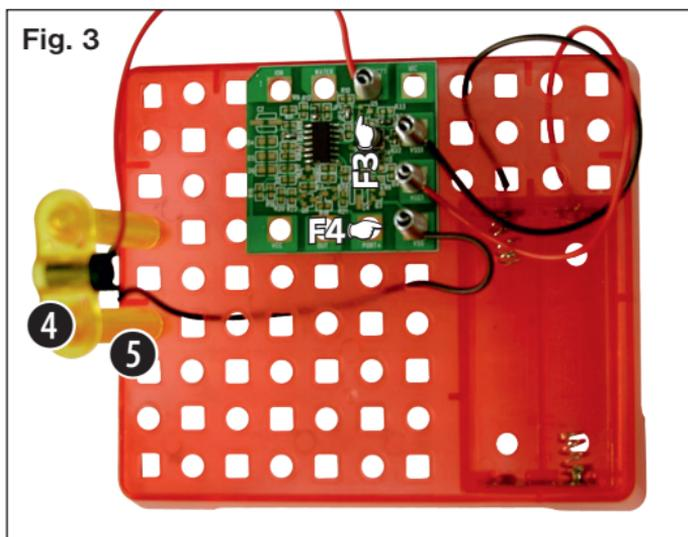

Fig. 3
### DE Schritt 2 (Fig. 3)
Setze den Fotosensor (4) mit den beiden Halterungen (5) auf die Grundplatte. Setze zwei Federanschlüsse in die Löcher PHOTO (F3) und VSS (F4) der Mikroregler-Platte ein. (Fig. 3)
### GB Step 2 (Fig. 3)
Add the photo transistor (4) with sensor stand (5) onto the base plate. Insert two spring connectors into the holes PHOTO (F3) and VSS (F4) on the micro controller plate. (Fig. 3)
**IT Fase 2 (Fig. 3)**
Appoggiare il fotosensore (4) con i due supporti (5) sulla piastra base. Inserire due connettori a molla nei fori PHOTO (F3) e VSS (F4) del pannello del microregolatore. (Fig. 3)
**ES Paso 2 (fig. 3)**
Introduce el fotosensor (4) con los dos soportes (5) en la placa base. Introduce dos muelles elásticos en los agujeros PHOTO (F3) y VSS (F4) de la placa micro-reguladora. (fig. 3)
**PT Passo 2 (Fig. 3)**
Coloque o sensor fotoelétrico (4) com os dois suportes (5) na placa de base. Coloque os conectores de mola nos furos PHOTO (F3) e VSS (F4) da placa do microrregulador. (Fig. 3)